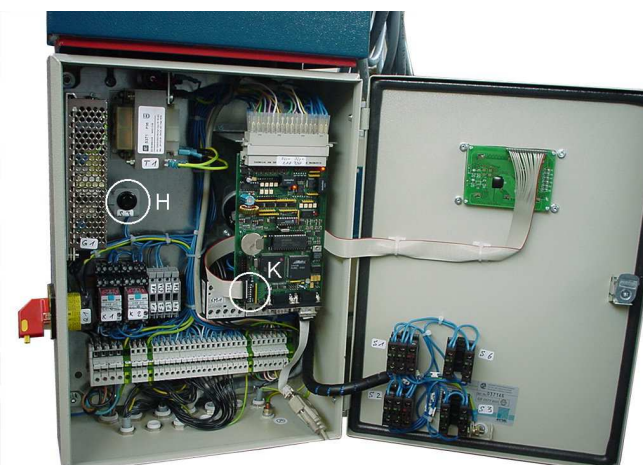

Bild 4:
- Im Elektrokasten des Bedienaggregates befindet sich der Achskontroller mit DIP-Schalter (siehe Bild 4 Pos. K)